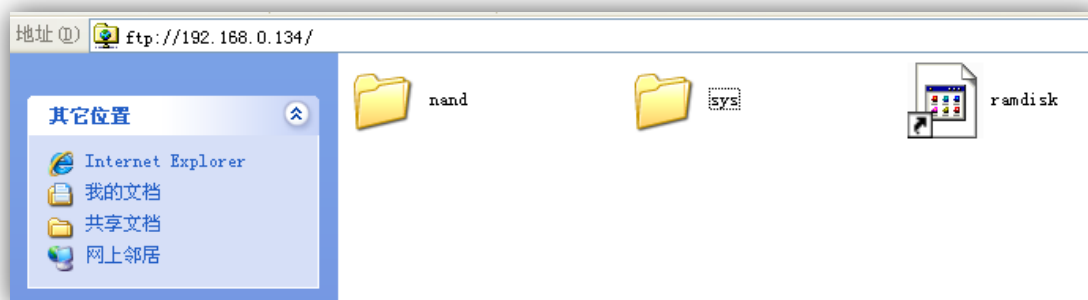

图 3-61 使用 FTP 访问摄像机
1. **启用 FTPD 服务器：**选中<启用 FTPD 服务器>功能，用户可在后台通过 FTP 方式登陆摄像机，如图 3-61 所示；